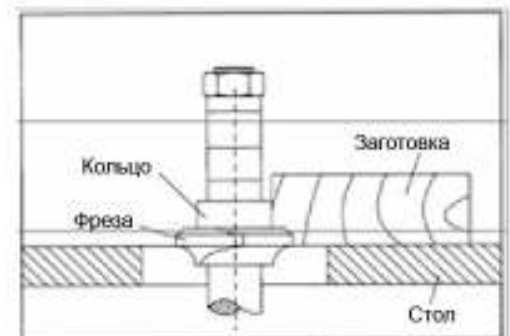

Рисунок 32
2. При использовании копируемого кольца над фрезой, как показано на Рис. 32, процесс фрезерования не виден, но этот метод имеет преимущество в том, что на обработку не влияют незначительные отклонения толщины заготовки. Кроме того, случайный подъем заготовки не разрушит её; просто повторите операцию, чтобы исправить